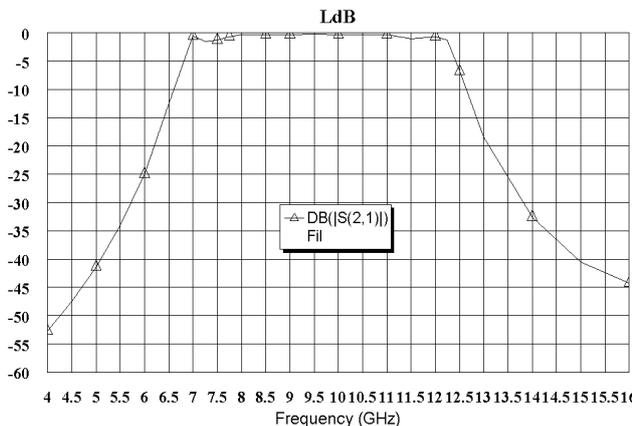

Рис. 3.4
3. На панели инструментов щёлкните по значку **Analyze**. Щёлкните правой кнопкой мышки по графику и выберите **Properties**. В открывшемся окне свойств графика на вкладке **Axes** отметьте **x**, снимите “галочку” в **Auto divs** и в поле **Step** введите **0.5**. Отметьте **Left 1**, снимите “галочку” в **Auto limits**, в поле **Min** введите **-60**, в поле **Max** введите **0**. Снимите “галочку” в **Auto divs** и в поле **Step** введите **5**. На вкладке **Fonts** нажмите кнопку **Axis numbers** и в области **Размер** выберете **14**. Нажмите **OK**, затем **Apply** и **OK**. Чтобы точнее отобразить характеристику в переходной области, добавьте частоты **7.25**, **8.75** и **12.25**. Полученная характеристика шире требуемой (рис. 3.4).